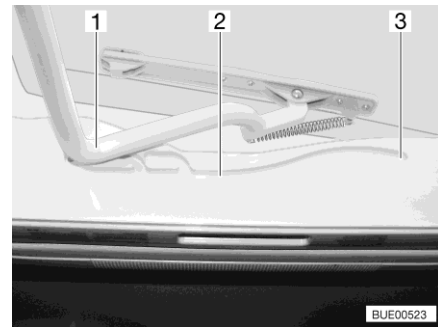

Bild 28 Führung (Heki-Dachhaube)
- Den Bügel (Bild 28,1) in den Führungen (Bild 28,2) bis in die hinterste Position (Bild 28,3) ziehen.
- Den Bügel (Bild 28,1) mit beiden Händen leicht nach oben drücken.
- Den Bügel in den Führungen (Bild 28,2) bis zur gewünschten Stellung ziehen.